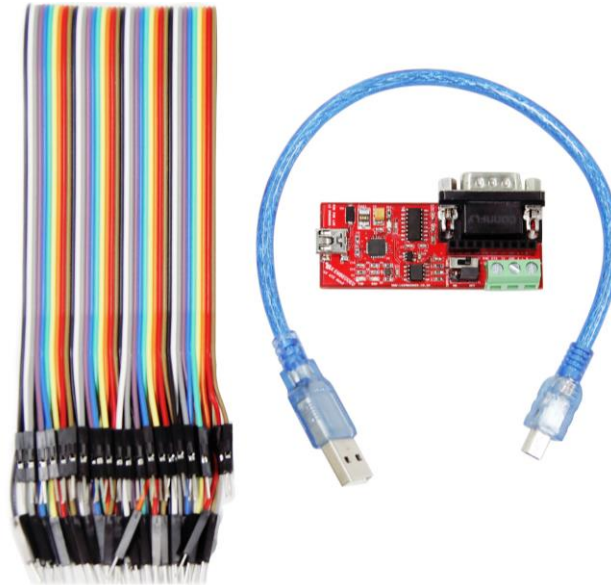

Figure 13. USB to 시리얼 컨버터 제품구성사진
- Figure 13처럼 USB to 시리얼 컨버터에 제품이 구성된다.
- 점퍼 케이블 슛스(MM) 30cm